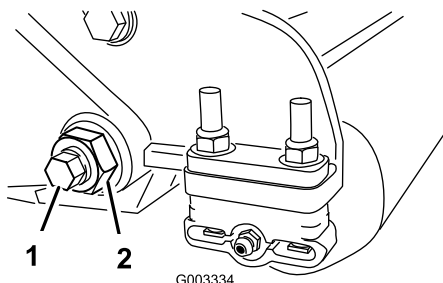
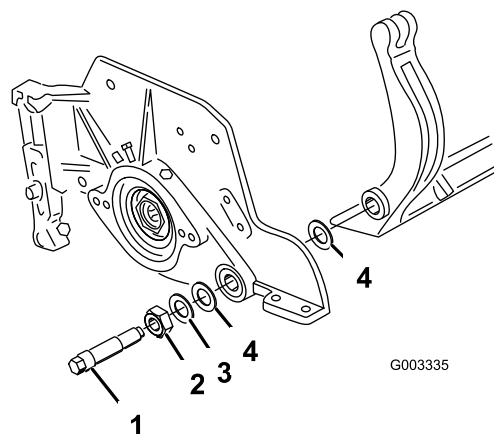

Figura 26
Figura 27
3. Su ciascun lato della macchina, allentate il dado di bloccaggio che fissa il bullone della barra di appoggio (Figura 26).
(Figura 26). Considerate 2 rondelle in nylon e 1 rondella in acciaio stampato su ciascun lato della barra di appoggio (Figura 27).
2. Fissate la barra di appoggio su ciascuna piastra laterale mediante gli appositi bulloni (dadi sui bulloni) e 6 rondelle. Una rondella in nylon deve essere posizionata su ciascun lato della flangia di estremità della piastra laterale. Posizionate una rondella in acciaio all'esterno di ciascuna rondella in nylon (Figura 27). Serrate i bulloni della barra di appoggio ad una coppia di 37–45 Nm. Serrate i dadi di bloccaggio finché la rondella in acciaio esterna non cesserà di ruotare e il gioco di estremità verrà eliminato, ma non serrate eccessivamente o non deviate le piastre laterali. Le rondelle all'interno possono avere un gioco.